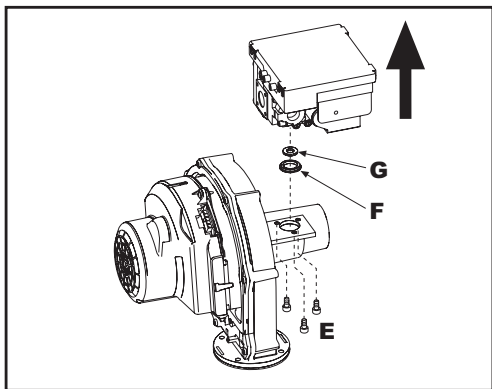
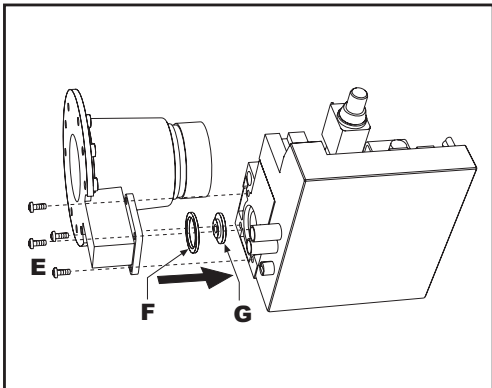

рис. 33 - Модель ENERGY TOP W 70 - W 80
рис. 34 - Модель ENERGY TOP W 125
- Открутите винты "E" (рис. 33 модель ENERGY TOP W 70 - W 80 и рис. 34 модель ENERGY TOP W 125) и демонтируйте газовый клапан.
- Снимите газовую форсунку "F" (см.рис. 33 для модели ENERGY TOP W 70 - W 80 и рис. 34 для модели ENERGY TOP W 125) и замените ее с форсункой, находящейся в комплекте для перенастройки, вставив последнюю в уплотнительное кольцо "G". Установите на место ранее демонтированные детали, затем проверьте систему на отсутствие утечек.